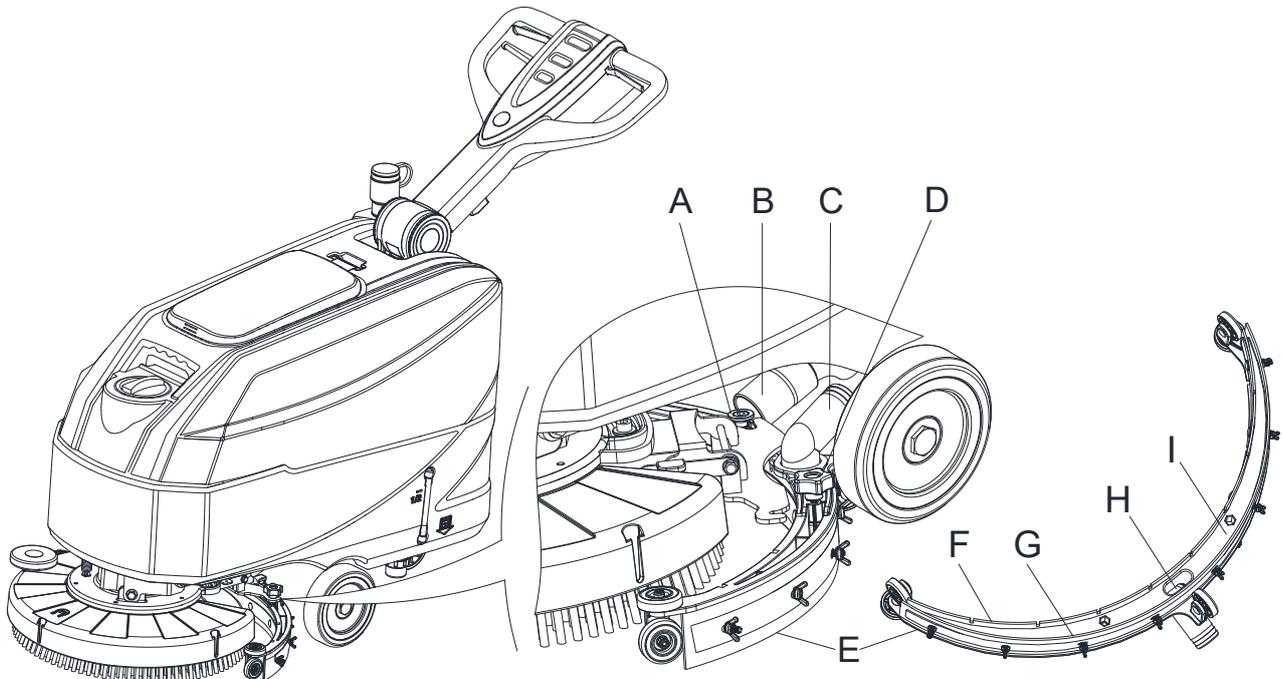
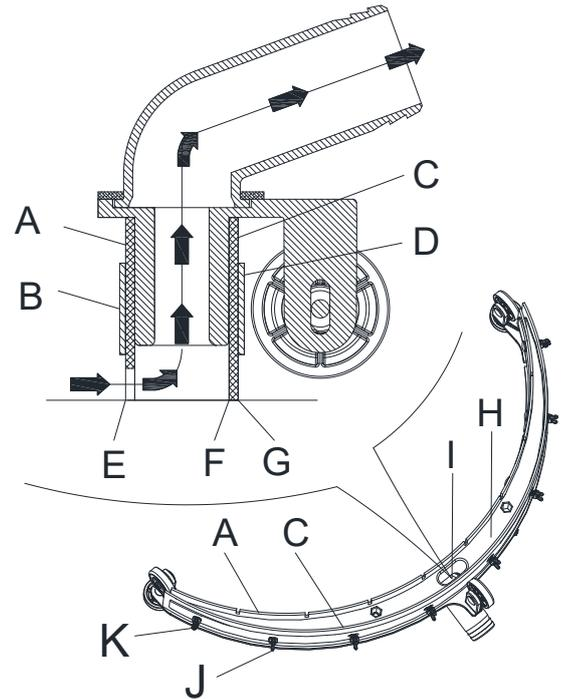

Abb. 15
Abb. 16
4. Den Saugschlauch (B, Abbildung 15) von der Saugleiste (C) abziehen.
5. Lockern Sie die Knöpfe (D) und entfernen Sie die Saugleiste (E).
6. Reinigen Sie die Saugleiste aus Stahl oder aus Kunststoff (E, Abbildung 15). Reinigen Sie insbesondere die Teilbereiche (I) und die Öffnung (H). Überprüfen Sie die vordere (F) und die hintere Lippe (G) auf Unversehrtheit, Schnitte und Risse. Ersetzen sie diese ggf. (siehe die Vorgehensweise im nachfolgenden Absatz).
2. Stellen Sie sicher, dass die Kanten (E, Abbildung 16) der vorderen Lippe (A) und die Kanten (F) der hinteren Lippe (C) der Länge nach auf gleicher Ebene liegen. Passen Sie ihre Höhe ggf. wie folgt an:
- Alle Flügelmutter (J) lockern und die vordere (A) und die hintere Lippe (C) einstellen, dann die Flügelmutter wieder festziehen.
3. Überprüfen Sie die vordere (A) und die hintere Lippe (C) auf Verschleiß, Schnitte und Risse. Ggf. wie folgt ersetzen. Stellen Sie sicher, dass weder die vordere (E) noch die hintere Kante (F) abgenutzt ist. Drehen Sie ggf. die Lippe um, um die abgenutzte Kante durch eine unversehrte Kante zu ersetzen. Falls die anderen Kanten ebenfalls abgenutzt sind, ersetzen Sie die Lippe, indem Sie wie folgt vorgehen:
- Die Flügelmutter (J) und die Schraube (K) lösen, die Halteleiste (B) abnehmen, dann die vordere Lippe (A) austauschen/umdrehen. Bauen Sie die Lippe wieder ein, indem Sie die Schritte des Ausbaus in umgekehrter Reihenfolge ausführen.
- Die Flügelmutter (J) und die Schraube (K) lösen, die Halteleiste (D) abnehmen, dann die hintere Lippe (C) austauschen/umdrehen. Bauen Sie die Lippe wieder ein, indem Sie die Schritte des Ausbaus in umgekehrter Reihenfolge ausführen. Passen Sie nach dem Lippenwechsel (oder Umdrehen) die Höhe wie im vorherigen Schritt gezeigt an.
4. Die Saugleiste (E, Abbildung 15) installieren und die Knöpfe (D, Abbildung 15) niederdrehen.
5. Den Saugschlauch (B, Abbildung 15) an der Saugleiste (C, Abbildung 15) anschließen.